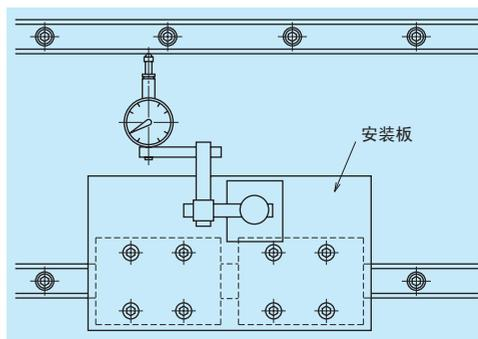

图 10.15 平行度测试
③ 底座的调整侧导轨安装面也有挡边时，请重复上述①～②的步骤进行安装。
④ 当底座的调整侧导轨安装面没有挡边时，这时要将如图 10.15 所示的暂用工作台固定在基准侧导轨的滑块上，以它为基准用千分表一边从导轨端检查调整侧导轨的平行度，一边紧固螺栓。
即使在调整侧导轨安装面有挡边时，也可以按照图 10.15 所示的方法，确认 2 根导轨的平行度。